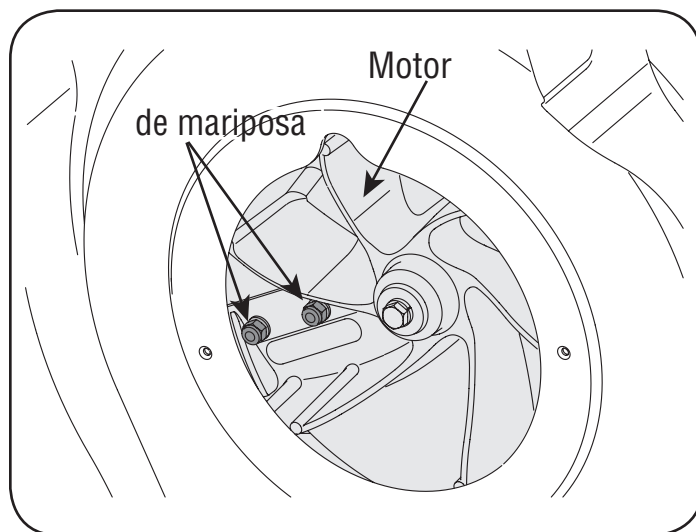

Figura 27
10. Es posible alcanzar las tuercas de los tornillos de cabeza plana desde la parte inferior, mediante una llave universal de 1/2 pulg. con extensión. Vea la figura 27.